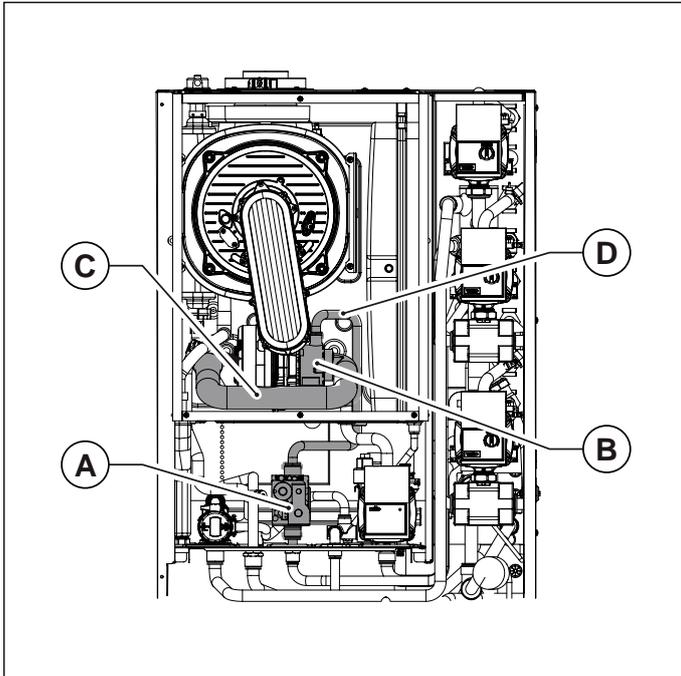

Fig. 40 Marmitta di aspirazione
- Rimuovere la marmitta di aspirazione, avendo cura di svitare prima la vite che la fissa al miscelatore (vedi Fig. 40 Marmitta di aspirazione).
- Scollegare il tubo gas dal miscelatore (vedi Fig. 40 Marmitta di aspirazione).